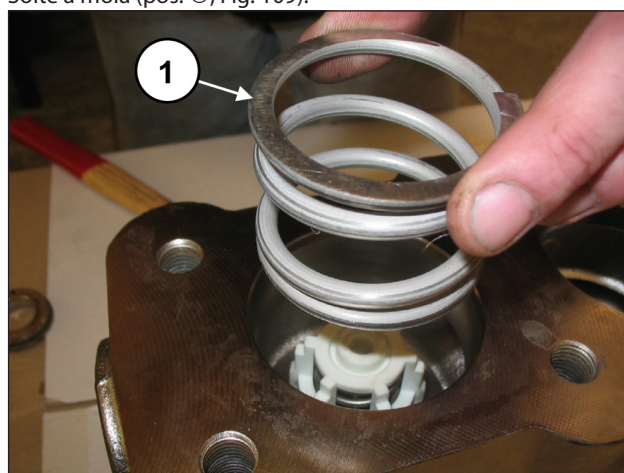

Fig. 109
Solte a mola (pos. ①, Fig. 109).